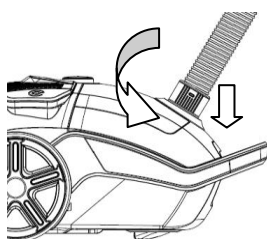

Рис. 1.
1. Подсоедините шланг: вставьте конец шланга в разъем для присоединения шланга на передней крышке, а затем зафиксируйте его (Рис.1).